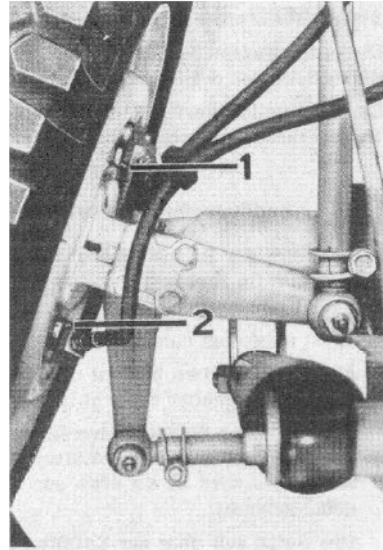

Bild 61. Entlüften der Radbremse, vorn
2. Dieser Vorgang ist an den anderen Rädern in folgender Reihenfolge zu wiederholen: hinten links, vorne rechts vor der Achse, vorn links vor der Achse (Bild 61/1), vorn rechts hinter der Achse und vorn links hinter der Achse (Bild 61/2).